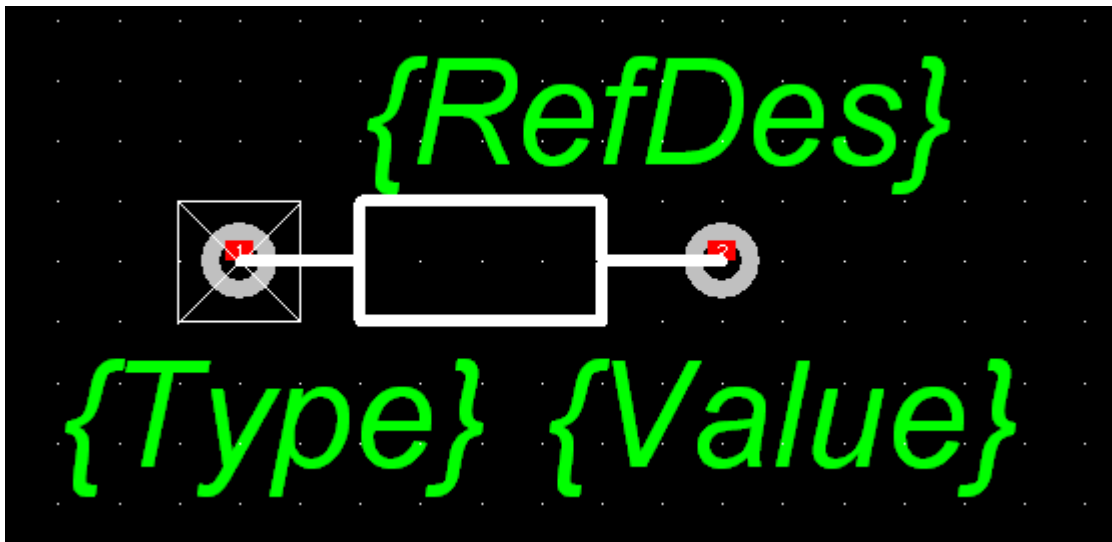

Рис. 5 Корпус резистора мощностью 0,125Вт
- 2.13 Разместите рядом с компонентом атрибуты **RefDes**, **Value** и **Type**. Готовый корпус компонента изображен на рис. 5. На рисунке атрибуты **Type** и **Value** видимы преднамеренно. Вам необходимо сделать их невидимыми.